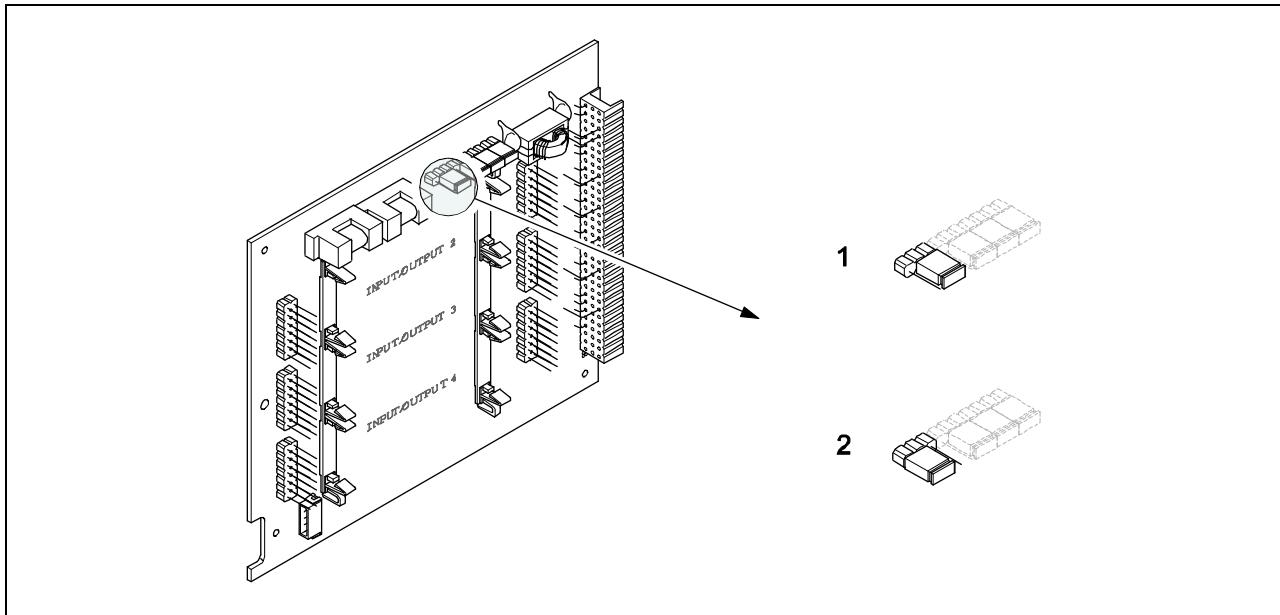

Рис.41: Включение и выключение защиты от записи HART
3. Перемычкой переключите режим защиты от записи, как показано на рис. 41.